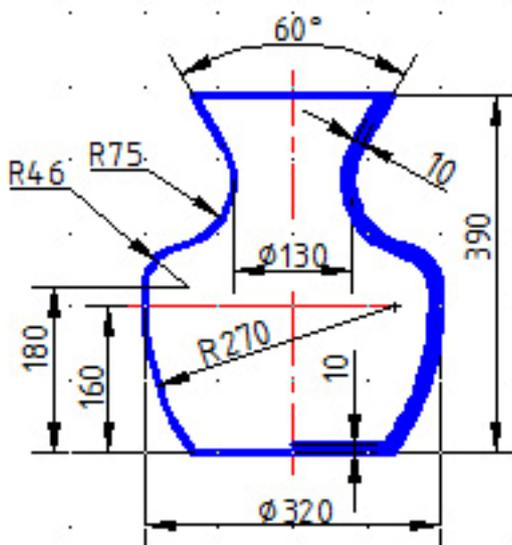

Рис. 51
- внести исправления в контур сечения (рис.51);